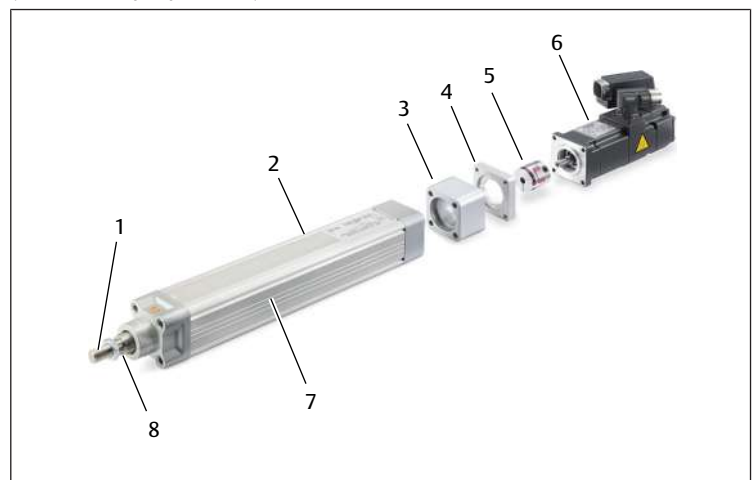

Fig. 2: Vista general (tamaño 32/40/63 mm)
- Para el tamaño 32/40/63 mm. Véase → Fig. 2.